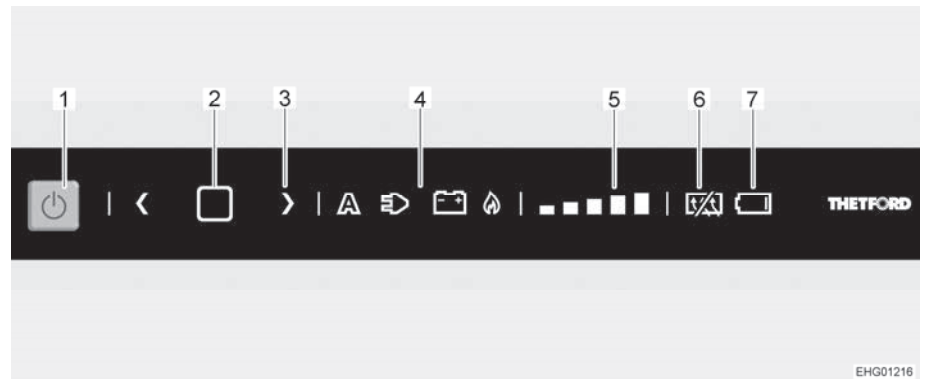

Fig. 137 Quadro comandi LED
- Premere il tasto On/Off (Fig. 137,1) per 1 secondo. Il tasto si illumina di blu. L'ultima impostazione selezionata si illumina.
- Premere per 2 secondi il tasto di conferma (Fig. 137,2) finché il simbolo della fonte di energia (Fig. 137,4) non inizia a lampeggiare.
- Selezionare la fonte di energia desiderata premendo un tasto freccia (Fig. 137,3).
- Premere il tasto di conferma (Fig. 137,2) per confermare la selezione.
- Premere nuovamente il tasto di conferma (Fig. 137,2). L'indicatore del livello di refrigerazione (Fig. 137,5) inizia a lampeggiare.
- Selezionare il livello di refrigerazione desiderato premendo un tasto freccia (Fig. 137,3).
- Premere il tasto On/Off (Fig. 137,1) per ca. 2 secondi. Tutte le spie si spengono. Il frigorifero è spento.